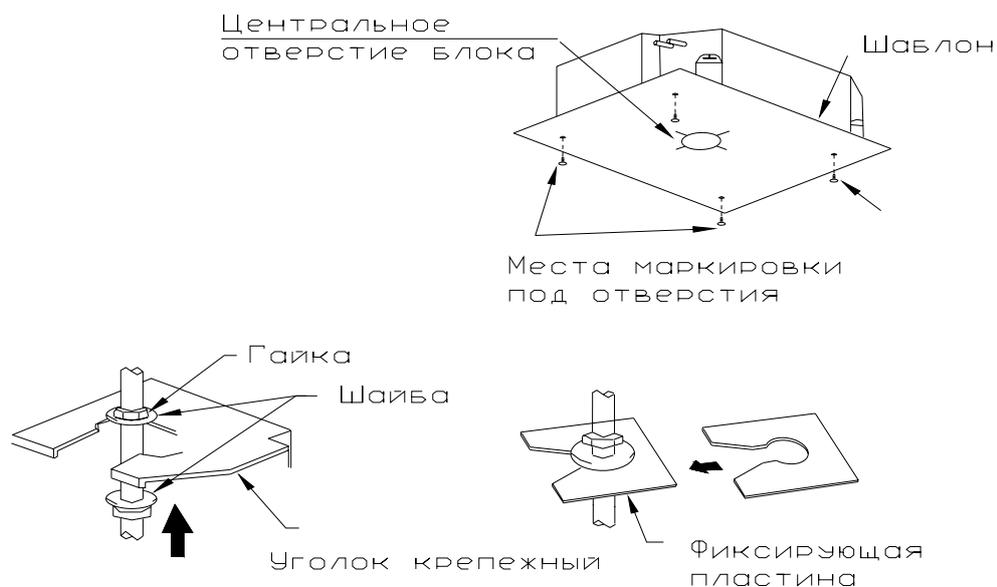

Рисунок 6.8-Нанесение разметки на шаблоне и фиксация блока при установке
6.3.11 Порядок установки блока (см. рис. 6.8).